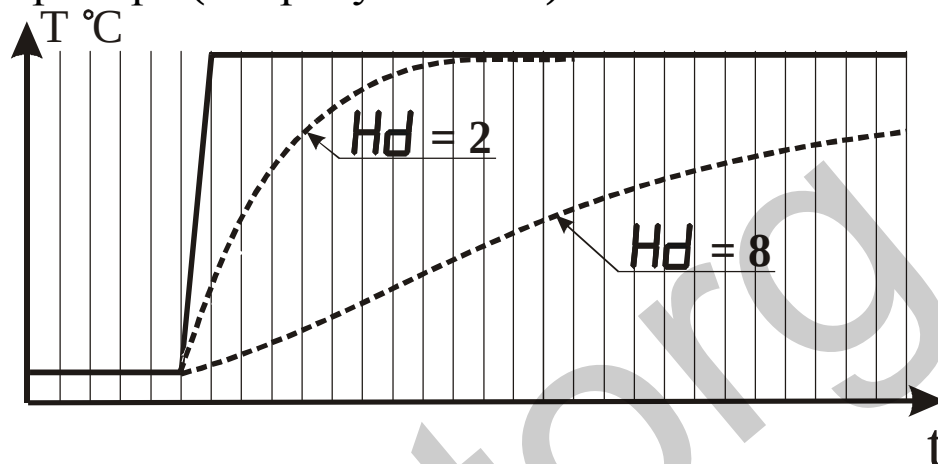

Рисунок 3.14 - Влияние параметра “Время усреднения” на показания прибора при различных значениях параметра Hd
3.3.2.8 Параметр “Время усреднения” указывают в количестве периодов опроса входного датчика ($N_{\text{опр.}}$). Этот параметр позволяет добиться более плавного изменения показаний прибора. Для этого производится вычисление среднего арифметического из последних ($N_{\text{опр.}}$) измерений. При значении параметра равном 0 интегратор выключен. Уменьшение значения времени усреднения приводит к более быстрой реакции прибора на скачкообразные изменения измеряемого параметра, но снижает помехозащищенность прибора (см. рисунок 3.14).